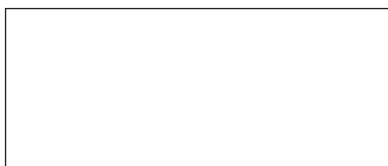

Рис. 12. Диаграмма результатов измерений
4. Зависимость силы тока от напряжения по результатам измерений (рис. 12).